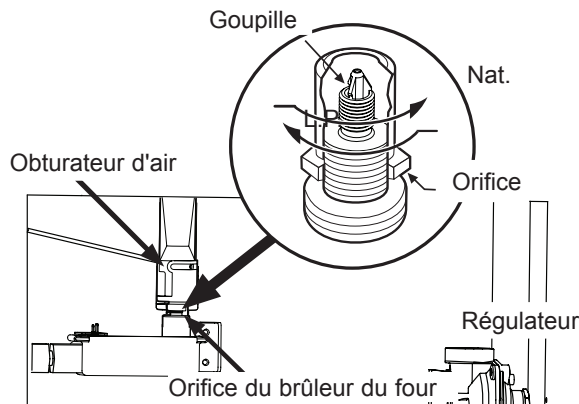

Figure 12
B. Réglez orifice de brûleur du four (voir Figure 12)